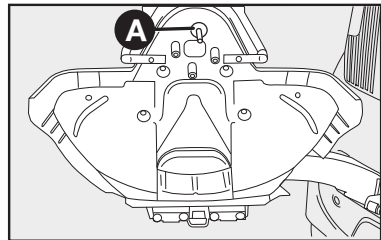
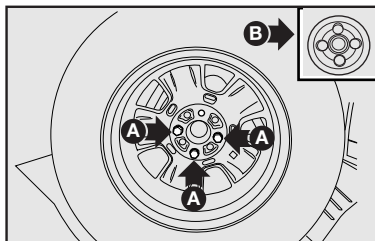

fig. 20
fig. 21
- Coloque la protección plástica **B-fig. 21** en la rueda sustituida.
- Coloque la rueda de repuesto, encajando el perno **A-fig. 20** con el respectivo agujero y fíjela con los tres tornillos **A-fig. 21**.